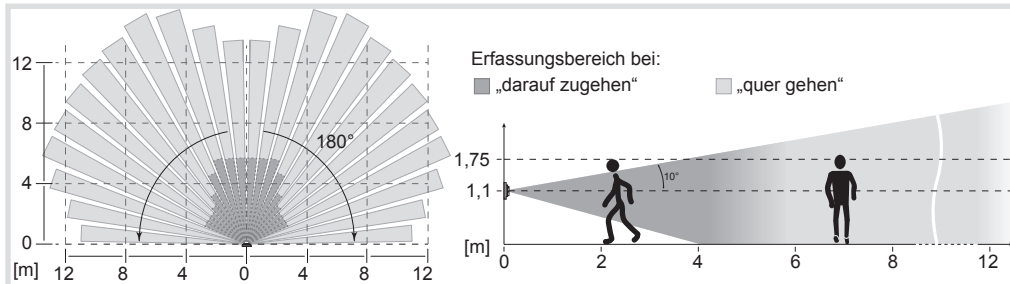

Bild 6: Erfassungsbereich des Bewegungsmelders Montagehöhe 1,1 m
- Störquellen im Erfassungsbereich (Bild 6/7) vermeiden. Störquellen, z. B. Heizkörper, Leuchtungs-, Klimaanlage und abkühlende Leuchtmittel können zu ungewollten Schaltungen führen (Bild 4).